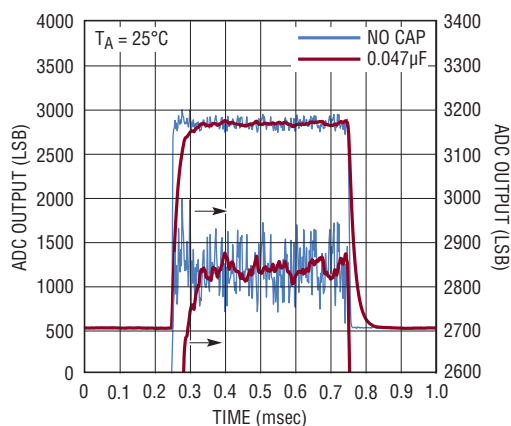

図6. WCDMAの4キャリア変調を使用したRFパルスの残留リップル、出力過渡応答
2.14GHzで-10dBmの4キャリアWCDMAダウンリンク信号の残留リップル・レベルに対する外付けフィルタ・コンデンサの効果を図6に示します。出力に0.047 μ Fのコンデンサを追加すると、ピーク・トゥ・ピーク出力リップルが150LSBから約60LSBまで減少します。